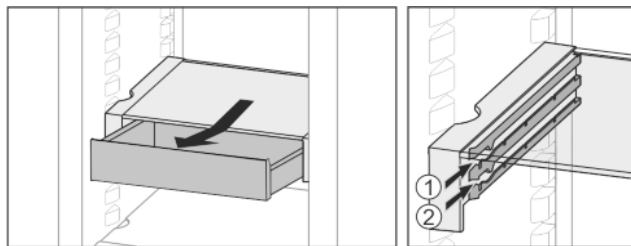

Fig. 21
- Zasuňte v libovolné výšce Fig. 21 (1) nebo Fig. 21 (2).